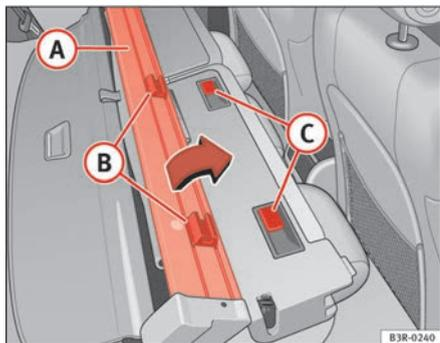

Fig. 123 Repose du couvre-coffre/filet de séparation
- Mettez en place le filet de séparation (A) au niveau du dossier de telle sorte que les fixations (B) se trouvent devant les rails (C) ⇒ fig. 123.